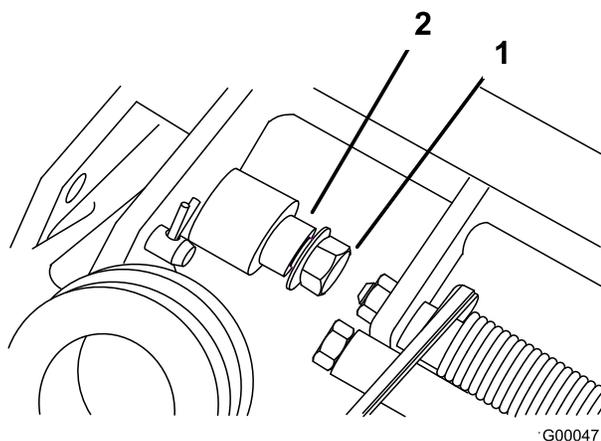

図4
1. 機体左右のボルトとピボット・ピンからフランジ・ロックナットを外す(図4)。